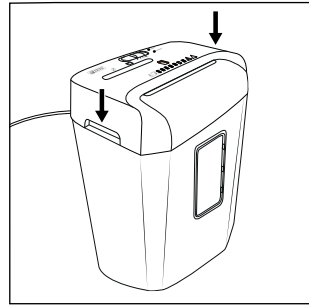

Fig. 2
- ◆ Hold på skæreenheden **6** i de to integrerede bæregreb **8**, og sæt den på den store opsamlingsbeholder **12**, så ledningen **1** vender bagud, og observationsvinduet **11** på den store opsamlingsbeholder **12** vender fremad (se fig. 2).
- ◆ Hold på skæreenheden ❹ i de to integrerede bæregreb ❺, og sæt den på den store opsamlingsbeholder ❻, så ledningen ❶ vender bagud, og observationsvinduet ❸ på den store opsamlingsbeholder ❻ vender fremad (se fig. 2).